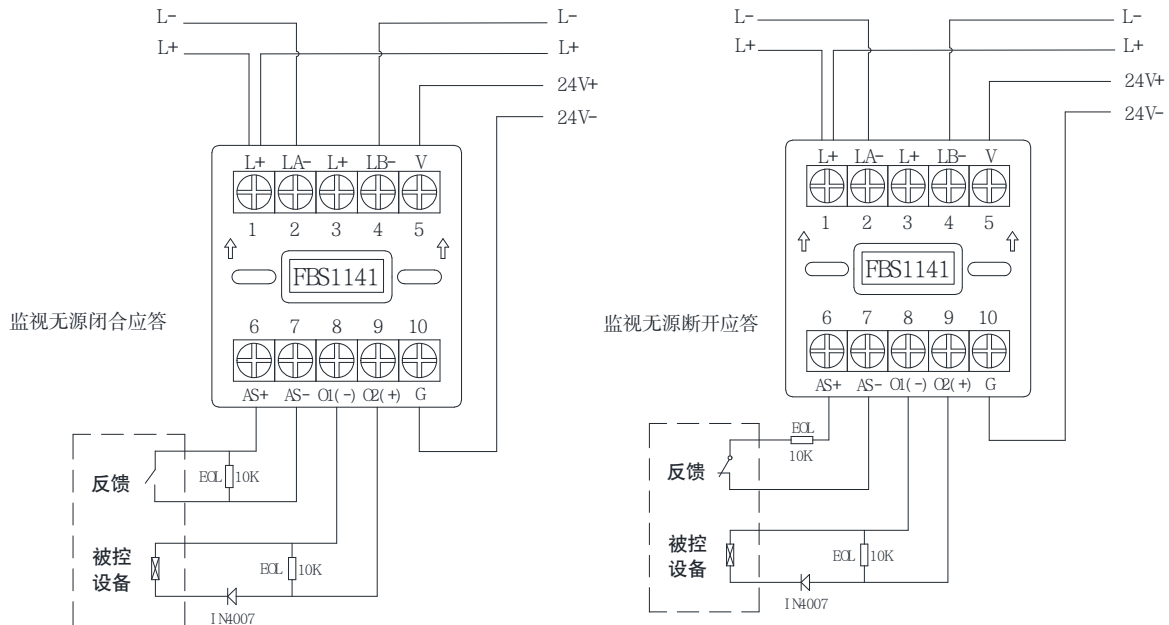

图 3 有源输出接线方式
- ◆ O2 (+) (端子 9) O1 (-) (端子 8) 为有源输出接线端子，在被控设备终端并联 10K Ω 电阻，用于检线功能；O2 (+) (端子 9) 输出正向串接二极管到被控设备电源正端，O1 (-) (端子 8) 输出接被控设备负端。模块启动后 O2 (+) (端子 9) 输出电源正，O1 (-) (端子 8) 输出电源负。具体接线见图 3。